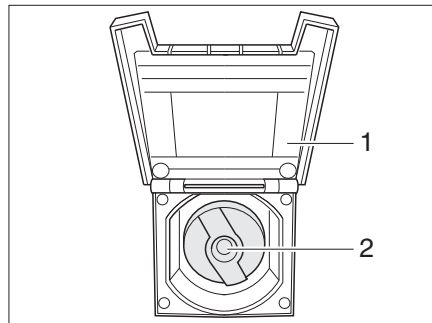

Fig. 143 Couvercle de fermeture pour bec de remplissage d'eau potable
- Ouvrir le clapet de fermeture (Fig. 143,1) vers le bec de remplissage d'eau potable.
- Insérer la clé dans le barillet (Fig. 143,2) et la tourner d'un quart de tour dans le sens inverse des aiguilles d'une montre.
- Fermer le clapet de fermeture (Fig. 143,1).
- Ouvrir le bec de remplissage d'eau potable (Fig. 143).